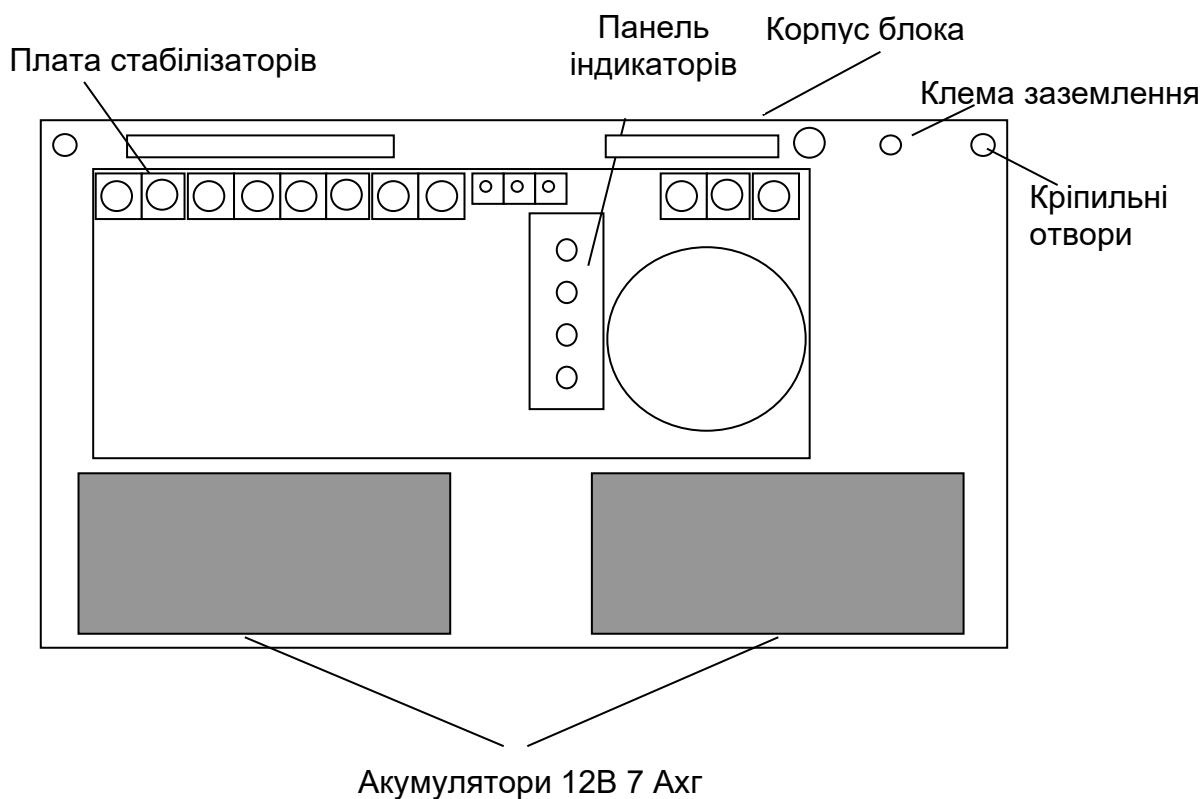

Рисунок 1. Розташування складових частин блока
4.3. Склад блока (рисунок 1) :